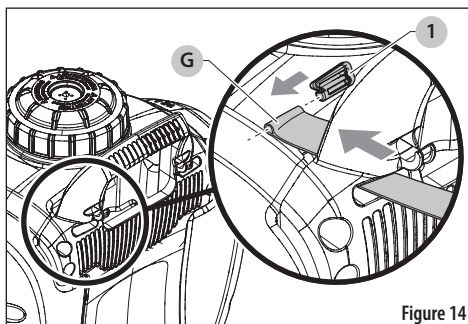

Figure 14
1. Pour chacun des côtés du harnais (G), enlevez les petits clips en plastique (1) des deux boucles des courroies d'épaules et enfiler chaque boucle dans les emplacements prévus à cet effet en haut de la poignée du pulvérisateur. Voir Figure 14.
2. Remplacez les pinces (1) à travers les boucles et tirer sur les courroies pour bien fixer les deux courroies du harnais (G) en place.